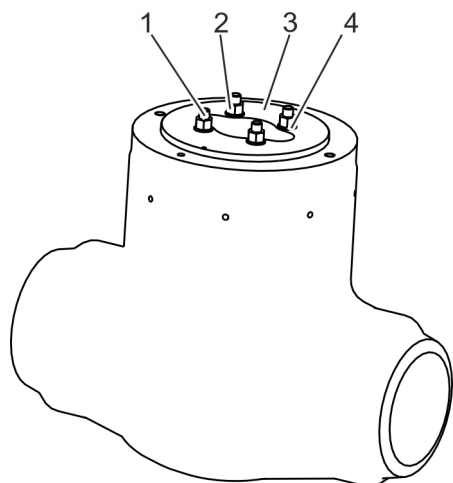

Fig. 9: Desserrage des écrous du couvercle de serrage
1. ➔ Desserrer les écrous (Fig. 9/2) sur le couvercle de serrage (Fig. 9/3) et retirer toutes les rondelles (Fig. 9/4).